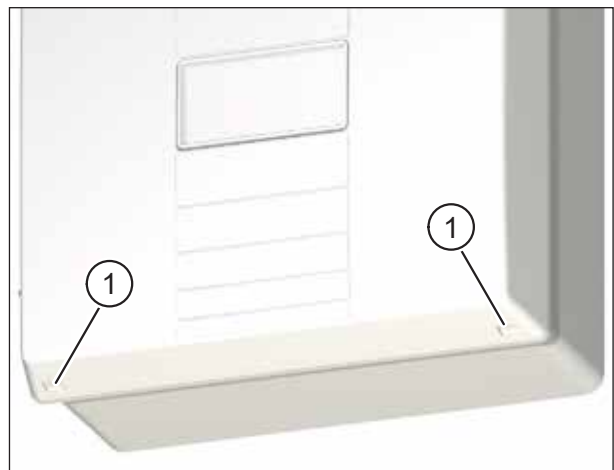

Abb. 21: Gerätedeckel vom Lüftungsgerät abnehmen
- ▶ Drücken Sie mit beiden Daumen auf die beiden Rasthaken (Pos. 1 in Abb. 21) an der Unterseite des Lüftungsgerätes. Der Gerätedeckel löst sich.